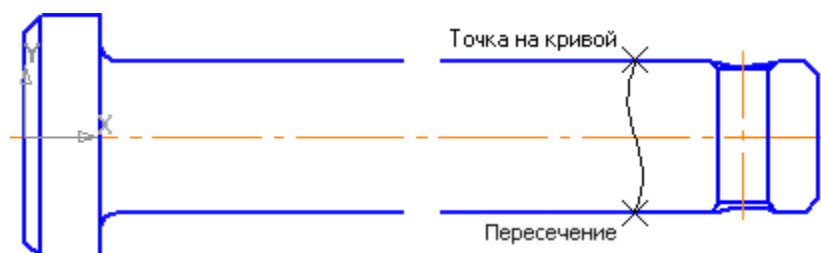

Рисунок 20.
- С помощью привязок укажите две точки на детали, через которые должна пройти линия (рис. 20)